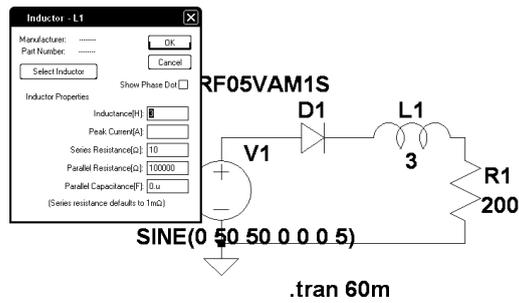

Рис. 5. Выпрямитель с активно-индуктивной нагрузкой
1. Создайте схему выпрямителя с активно-индуктивной нагрузкой (рис. 5). В этой схеме в цепь сопротивления  $R1$  введена индуктивность  $L1=3$  Гн. В её параметрах задано параллельное сопротивление 100000 Ом.